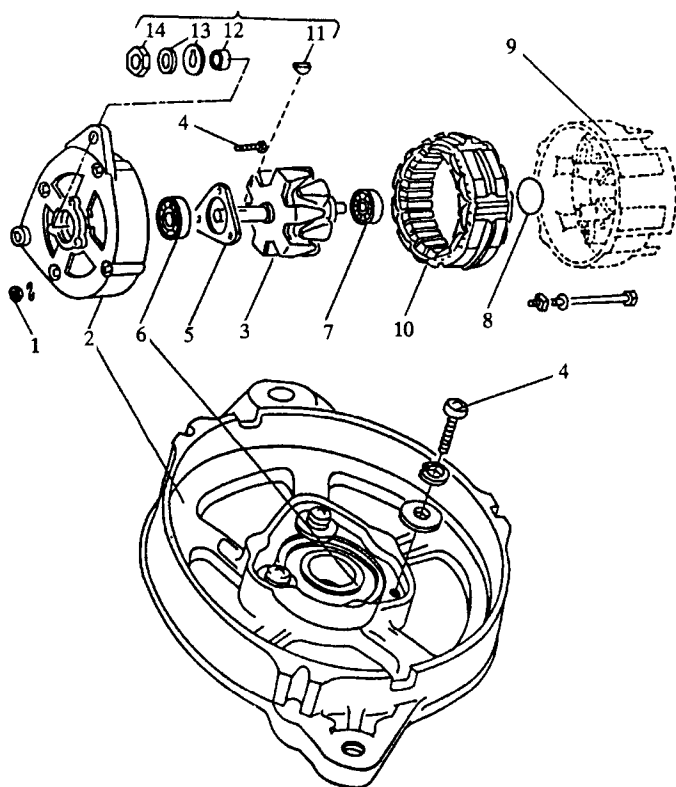
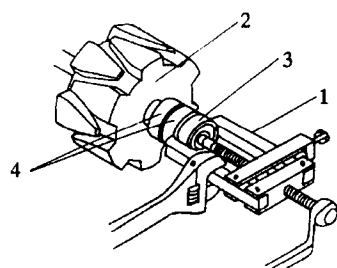

图 1-10 轴承盖与发电机外壳的分开
图 1-11 转子滑环端轴承的拆卸
①轴承盖与发电机外壳的分解,如图 1-10 所示。先在轴承盖 2 与发电机外壳 9 上作好标记,然后旋下螺母 1 及螺栓 12,使发电机外壳 9 与轴承盖 2 分离,再从转子 3 的轴上取下垫圈 13(使用拨用装置)、轴套 12、半圆键 11,并从轴承盖 2 上冲下转子 3,旋下螺栓 4,从轴承盖 2 上取下轴承压板 5,从轴承盖 2 上用拨出装置和拉出器撬下轴承 6,撬出炭刷后,从发电机外壳 9 上取出转子 3(带轴承 7)。
②转子上滑环端轴承的拆卸,如图 1-11 所示。用专用工具 1 将转子 2 滑环端的轴承 3 从转子 2 上拆下。
②如图 1-10 所示,要在轴承 6 涂上润滑脂压入轴承盖 2 到底,装上轴承压板 5,旋紧螺栓 4,如图 1-11 所示,将轴承 3 涂上润滑脂压入转子 2 的轴端,并压轴承 3 的内圈直到挡销处。